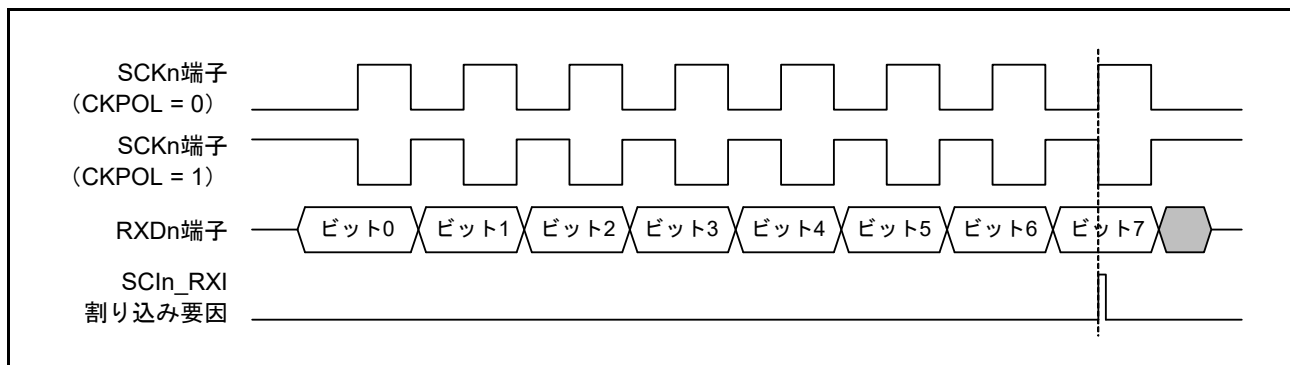

図 27.79 簡易 SPI モードにおける SCIn_RXI 割り込みの発生タイミング (クロック遅れあり)
(1) マスタモード
- クロック遅れありの設定 (SPMR.CKPH ビット=1) では、図 27.79 に示すように、SCKn 端子の最終クロックエッジ手前のクロックエッジで受信データフル割り込み (SCIn_RXI) が発生します。SCR.TE ビットと SCR.RE ビットを SCKn 端子の最終クロックエッジより前に0にすると、SCKn 端子出力がハイインピーダンスとなり、送受信クロックの最後のクロックパルス幅が短くなります。また、SCIn_RXI 割り込みの発生によって、SCKn 端子の最終クロックエッジより前に接続先スレーブの SSn 端子入力信号が High になった場合、スレーブが誤動作する可能性があります。